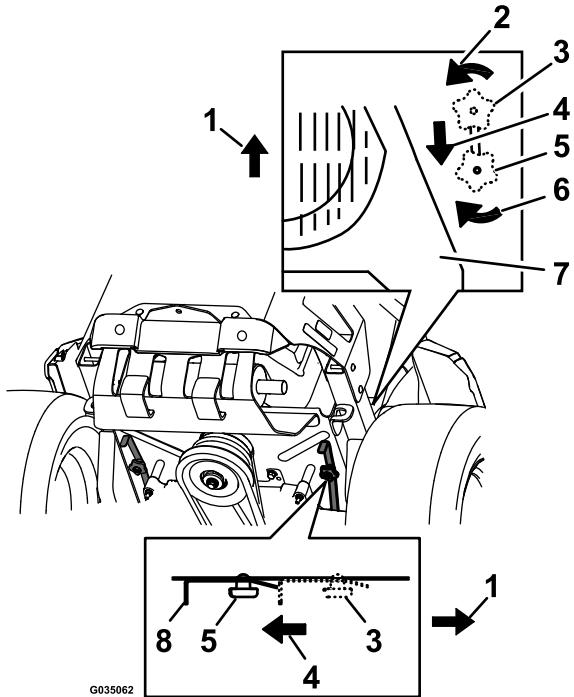

図 34
- バイパスノブ2つともを後ろに引いて固定すると機体を牽引できるようになる図34。
- バイパスノブを前方に押し込んで固定すると走行できるようになる図34。